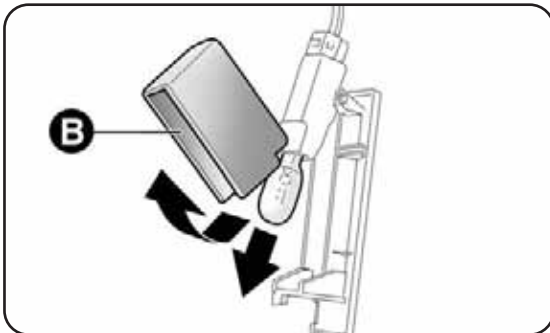

fig. 34
- abra la protección B-fig. 34 y sustituya la lámpara;